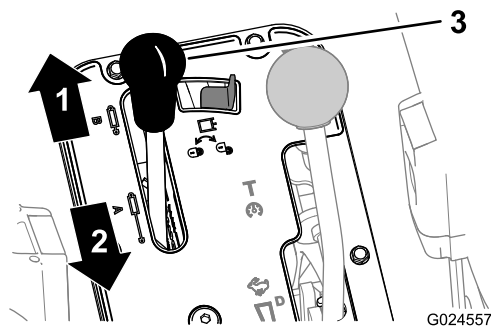

Figur 4
- C. Ta bort batterikabeln från batteriets pluspol (Figur 4).
1. Anslut plusbatterikabeln till batteriet (Figur 4). Se Förbereda montering av satsen.